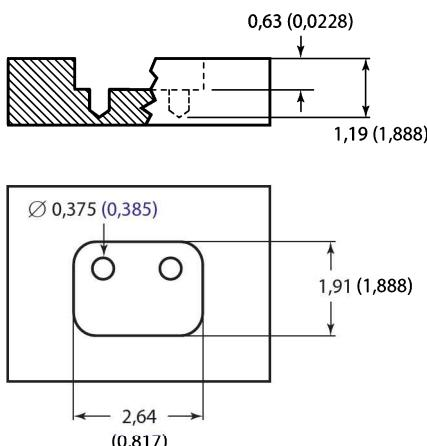

Figura 8-33 Questão 27. O que pode ser feito para corrigir estas dimensões?
- 27.** Você produziu a peça mostrada na Figura 8-33 em um centro de usinagem CNC com uma fresa de topo com dois canais, T0101 = fresa de topo com duas arestas e 0,500 pol. de diâmetro e T0202 = 0,375 pol. Medições reais após a usinagem são mostradas entre parênteses. O que deve ser ajustado para trazer a peça para a dimensão nominal, PZP ou deslocamentos? (Observe que não foram fornecidas tolerâncias para este problema.)